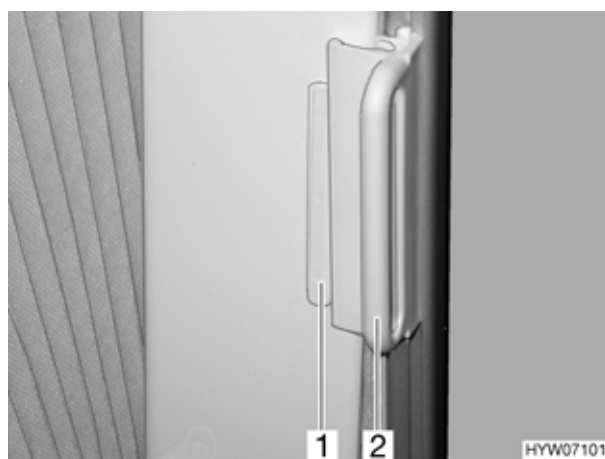

Fig. 53 Tendina oscurante pieghevole, aperta
- Aprire le tendine oscuranti pieghevoli per il finestrino del guidatore e del passeggero e spingerle nell'impugnatura della guida degli oscuranti (Fig. 53,2) sul sopralzo (Fig. 53,1).